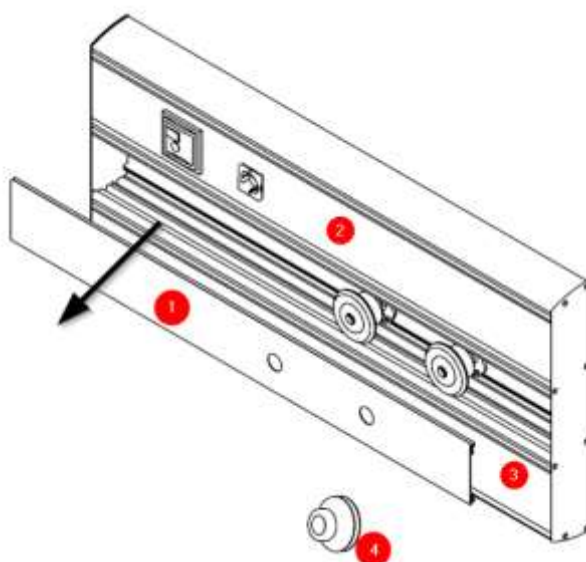

Abb. 2 Entfernen der Frontabdeckungen
Um das Gerät zu verankern, entfernen Sie zunächst die vorderen Abdeckungen des Gehäuses (1, 2 und 3) mit Hilfe des Kunststoffsaugnapfes (4). (Siehe Abb. 2).